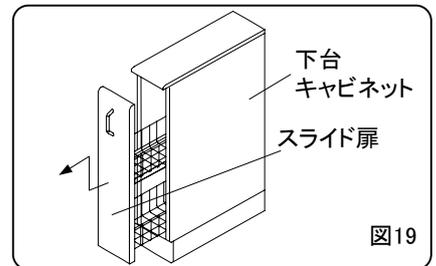

図19
- 1) 下台キャビネットのスライド扉を取り外してください。(図19)